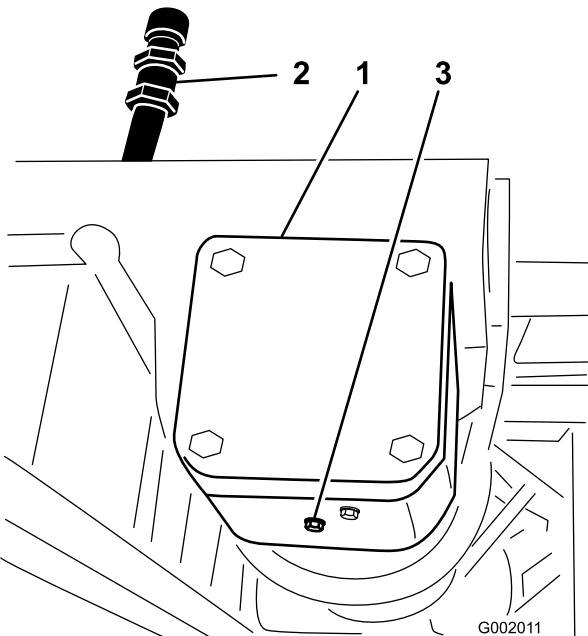

Figura 70
2. Coloque un recipiente debajo del tapón de vaciado de la caja de engranajes de la transmisión de la bomba (Figura 70).
3. Retire el tapón de llenado y el tapón de vaciado (Figura 70) y deje fluir el aceite al recipiente.